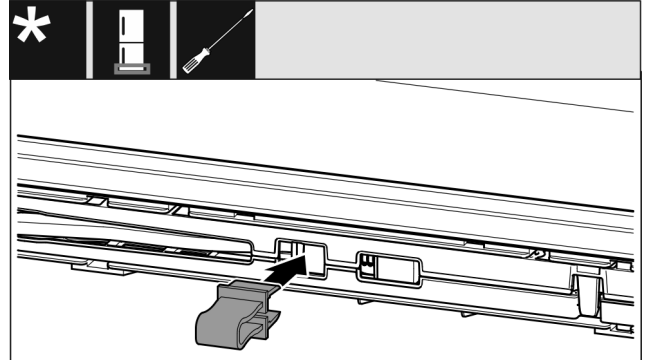

Fig. 14
- ▶ Užfiksukite fiksatorių angoje Fig. 14 ().